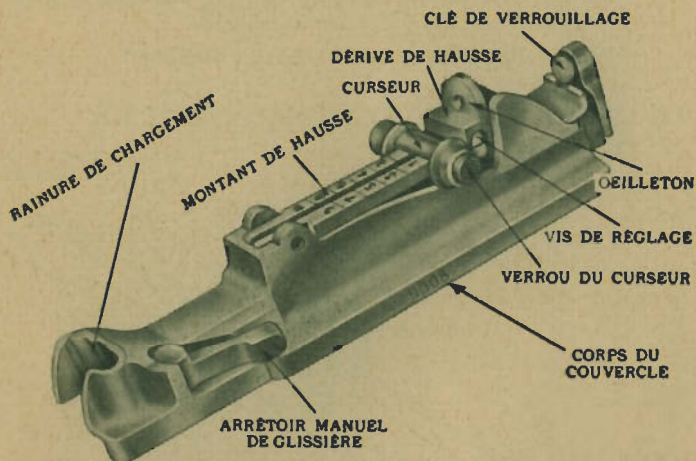

Fig. No 7 - LE COUVERCLE ET LES ORGANES DE HAUSSE
b. LES ORGANES DE HAUSSE (voir fig No 7).